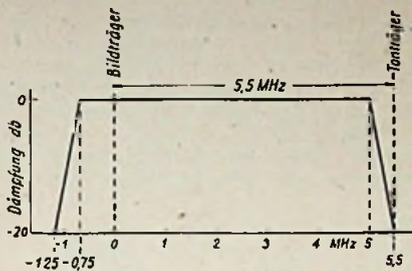

Abb. 4. Ideale Charakteristik des Bildsenders im 7-MHz-Fernsekanal
- Seitenbandcharakteristik: Unsymmetrisch mit Schwächung des unteren Seitenbandes (Abb. 4).